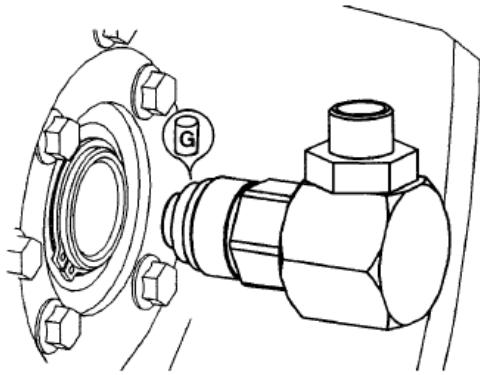

Fig. 10
4. Lubricate the V-seal, insert it and assemble the new swivel (figure 10).
3. Lubrifier le collier, le remettre à sa position initiale et monter la nouvelle rotule. (voir Figure10).